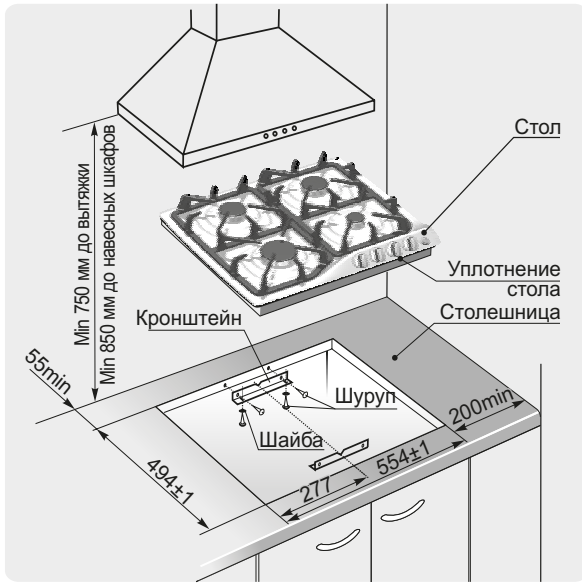

Рис.3 МОДЕЛЬ CH1210
1. Точно разметить на столешнице контур проема под встраиваемый стол в соответствии с рис. 3, 4.